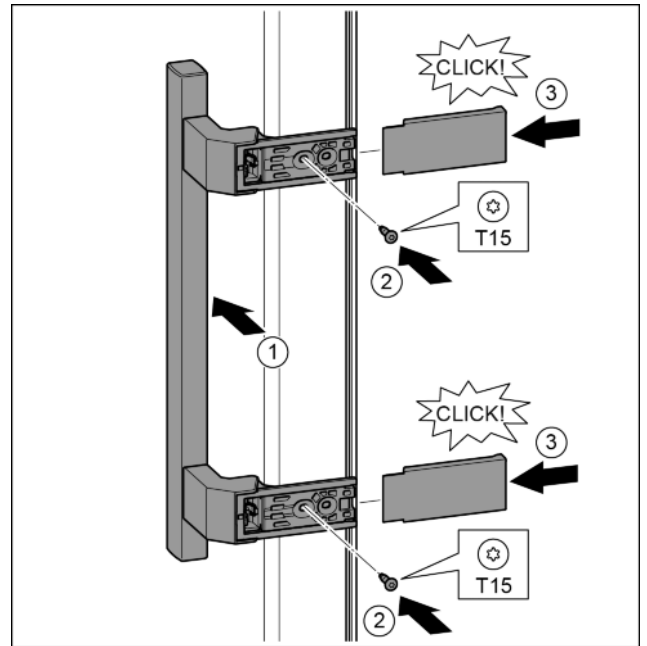

Fig. 32
- ▶ Griff auf der Gegenseite ansetzen. Fig. 32 (1)
- ▶ Schrauben mit Schraubendreher T15 festschrauben. Fig. 32 (2)
- ▶ Abdeckungen seitlich ansetzen und aufschieben. Fig. 32 (3)